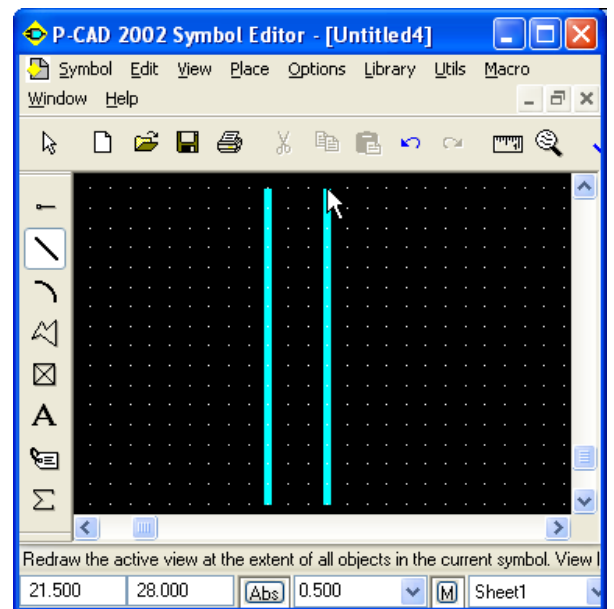

Рис. 4.55 - Изображение обкладок конденсатора
- Установить курсор в точку с координатами (20, 20) и щелкнуть ЛК. Перевести курсор в точку (20; 28) и щелкнуть ЛК, а затем ПК. Поставить курсор в точку (21,5; 20) и щелкнуть ЛК. Переместив курсор в точку (21,5; 28), щелкнуть ЛК, а затем ПК (рис. 4.55).